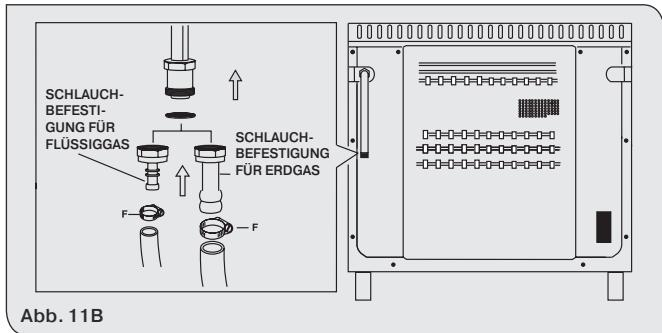

Abb. 11B
3) durch das Einsetzen einer Gummileitung gemäß den geltenden Vorschriften. Diese Leitung muss direkt auf dem Aufsteckanschluss für das entsprechende Gas angeschlossen werden und mit einem Band gesichert werden. Im letzteren Fall prüfen Sie und notieren Sie zuerst das auf der Leitung aufgedruckte Ablaufdatum und ersetzen die Leitung, bevor dieses Datum erreicht ist (siehe Abb. 11B).